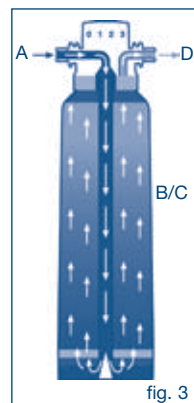

fig. 3
A água natural (A) flui em direcção ao elemento filtrante (fig. 3). As partículas são eliminadas na área (B) através de um pré-filtro e as substâncias odoríferas e aromatizantes, como p. ex. o cloro, são eliminadas através do carvão activo (C).